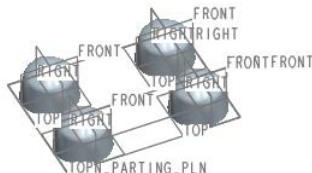

图 22.3 阵列参考模型
Step4. 在“阵列”操控板中单击 按钮，结果如图 22.3 所示。